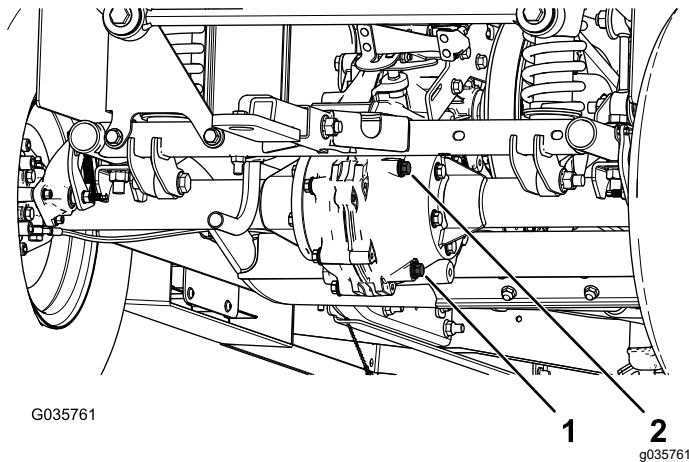

Figura 59
4. Retire el tapón de llenado del transeje (Figura 59).
5. Si el nivel de fluido es bajo, retire el tapón de llenado y añada el fluido especificado hasta que salga del orificio (Figura 59).
1. Coloque un recipiente debajo del tapón de vaciado (Figura 59).
2. Retire el tapón de llenado y la junta (Figura 59).
3. Retire el tapón de vaciado y la junta y deje que el fluido se drene completamente (Figura 59).